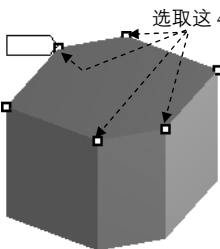

图 5.3.39 指定 end vertex
- (4) 指定 end vertex。单击以激活 **Specified Ends** 后的文本框，选取图 5.3.39 所示的点，单击 **Apply** 按钮确认。